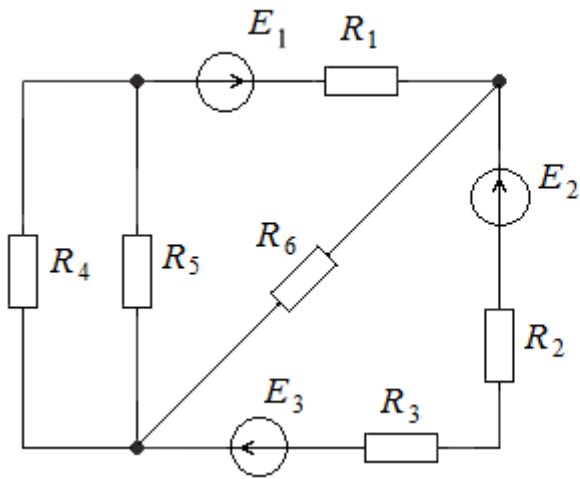

Рис. 106
39. Определить токи в ветвях схемы (рис. 106) методом наложения, если $E_1 = 1,5 \text{ В}$; $E_2 = 4,5 \text{ В}$; $E_3 = 3,5 \text{ В}$; $R_1 = 0,5 \text{ Ом}$; $R_2 = 0,4 \text{ Ом}$; $R_3 = 0,1 \text{ Ом}$; $R_4 = 10 \text{ Ом}$; $R_5 = 15 \text{ Ом}$; $R_6 = 2 \text{ Ом}$.